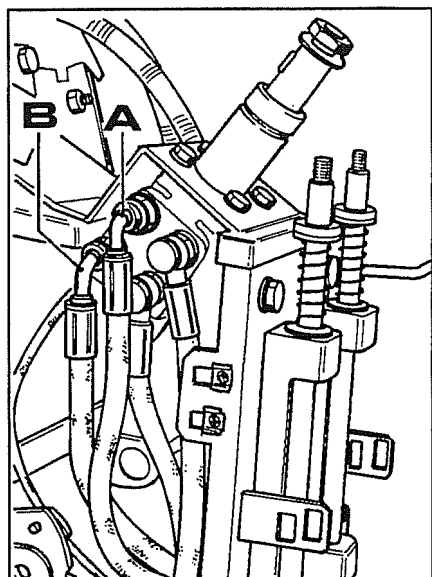

Fig. 14
14. Scollegare il tubo di scarico **A** fig. 14 dall'idroguida al cambio, quindi scollegare il tubo di mandata **B** dalla valvola prioritaria all'idroguida.